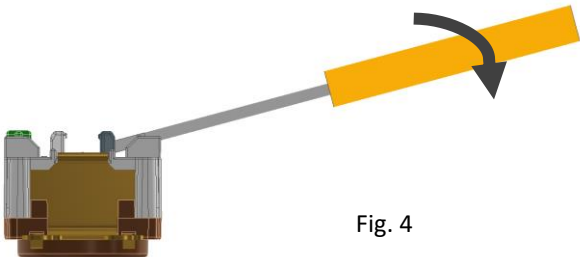

Fig. 4
- Utiliser un tournevis à lame plate de 1/8 po - 3/16 po, l'appuyer sur le point de levier fourni puis soulever le poussoir jusqu'à ce qu'il soit en haut. – Consulter la Fig. 4. NE PAS UTILISER DE PINCES POUR TIRER LES POUSSOIRS.